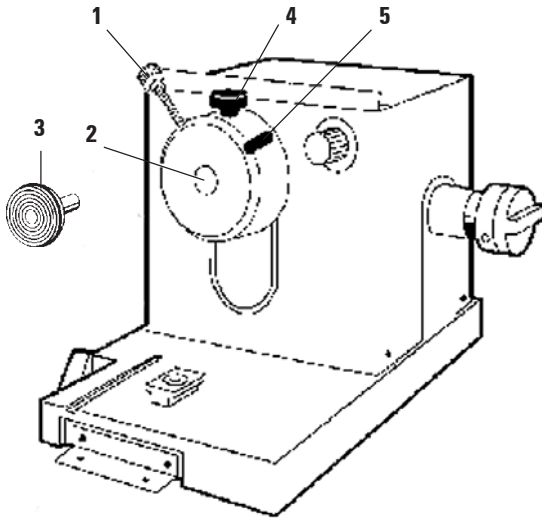

Fig. 18
- Le cas échéant, activez l'élément Peltier (4). Il faut 40 secondes pour obtenir la puissance de refroidissement maximale.
- Insérez ensuite la platine avec l'échantillon congelé dans le cylindre (Fig. 18) et commencez à couper.
- Fixez le support (1) du bloc de dissipation de la chaleur (2) en vissant deux vis dans les trous prévus à cet effet dans la paroi latérale gauche de l'enceinte et adaptez le bloc de dissipation de la chaleur sur le support.
- Une fois l'échantillon congelé, amenez le bloc de dissipation de la chaleur en position d'attente (3).